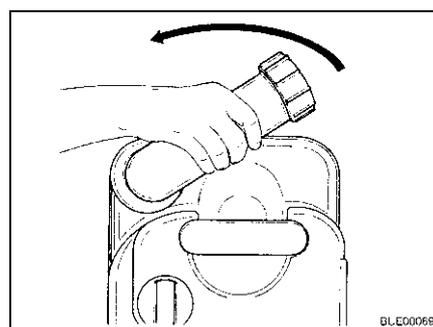

Fig. 175 Ruotare il bocchettone di scarico
- Ruotare il bocchettone di scarico verso l'alto (Fig. 175).